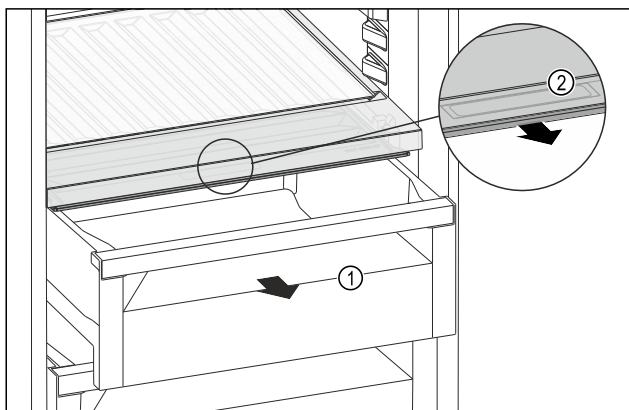

Fig. 251
- Retirer le tiroir Fig. 251 (1).
- Saisir la poignée encastrée Fig. 251 (2) du couvercle du compartiment et tirer le couvercle du compartiment par l'avant.